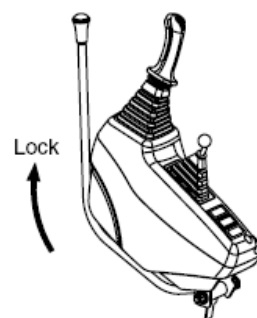

Figura 1
Cuando abandone el asiento del conductor, bloquee la palanca de seguridad en la posición "LOCK" (Figura 1) para evitar accidentes en caso de mover las palancas de mando accidentalmente.
1. Bloquee la palanca de seguridad (Figura 1).